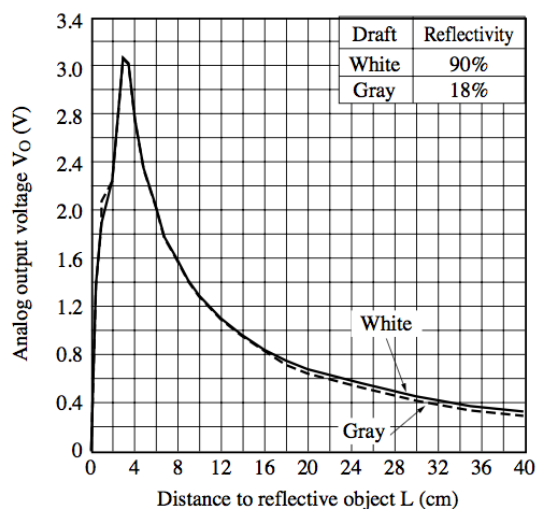
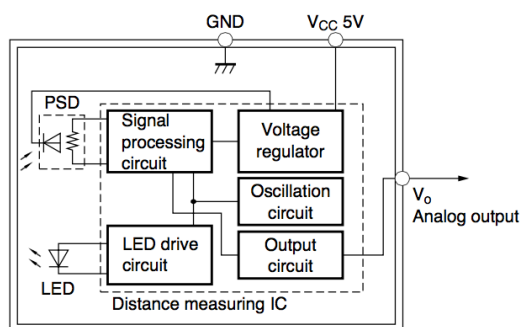
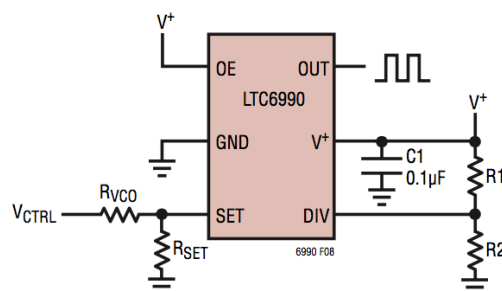
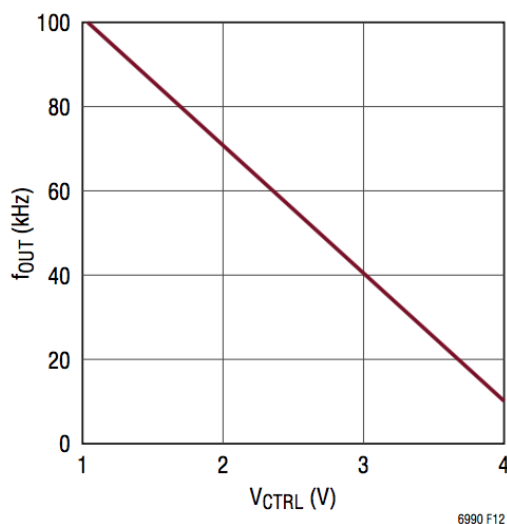

Figura 1: Função de Transferência do sensor SHARP GP2D120 (extraído de [1])
Figura 2: Diagrama de blocos interno do sensor SHARP GP2D120 (extraído de [1])
Figura 3: Aplicação típica do LTC6990 (extraído de [2])
Figura 4: Função de transferência do LTC6990 para a configuração da Figura 3 (extraído de [2])
**Sensor SHARP GP2D120 de proximidade.** Esse sensor opera por reflexão de luz infravermelha que é emitida e captada pelo próprio sensor e fornece uma saída analógica que obedece a função de transferência apresentada na Figura 1. O processamento do sinal interno reduz a influência da cor dos objetos na medição de distância. A Figura 2 mostra o diagrama de blocos interno do sensor. Nenhum componente externo é necessário para o seu funcionamento. Os sinais presentes no conector de 3 pinos do sensor estão na Tabela 1.
Este circuito é um oscilador controlado por tensão que apresenta uma variação de frequência na saída (OUT) para uma variação de tensão na entrada ( $V_{CTRL}$ ). Uma aplicação típica é mostrada na Figura 3. Neste caso, a utilização dos resistores com os seguintes valores:  $R_{VCO} = 210 \text{ k}\Omega$ ,  $R_{SET} = 61,9 \text{ k}\Omega$ ,  $R_1 = 1 \text{ M}\Omega$  e  $R_2 = 280 \text{ k}\Omega$  (todos com 1% de tolerância), configura o LTC6990 para produzir uma saída de acordo com a função de transferência apresentada na Figura 4 quando alimentado com  $V^+ = 5 \text{ V}$ .
1. (1,0) De acordo com as funções de transferência do sensor, Figura 1, e do VCO, Figura 4, calcular o tempo da janela para contagem dos pulsos de maneira que existam cerca de 1000 pulsos entre o valor máximo de contagem e o mínimo.
2. (2,5) Escrever o trecho de programa para configurar o Timer 1 para contagem de pulsos e o Timer 0 para gerar uma interrupção periódica com a janela de tempo calculada no item 1) e a rotina de tratamento de interrupção para o Timer 0.